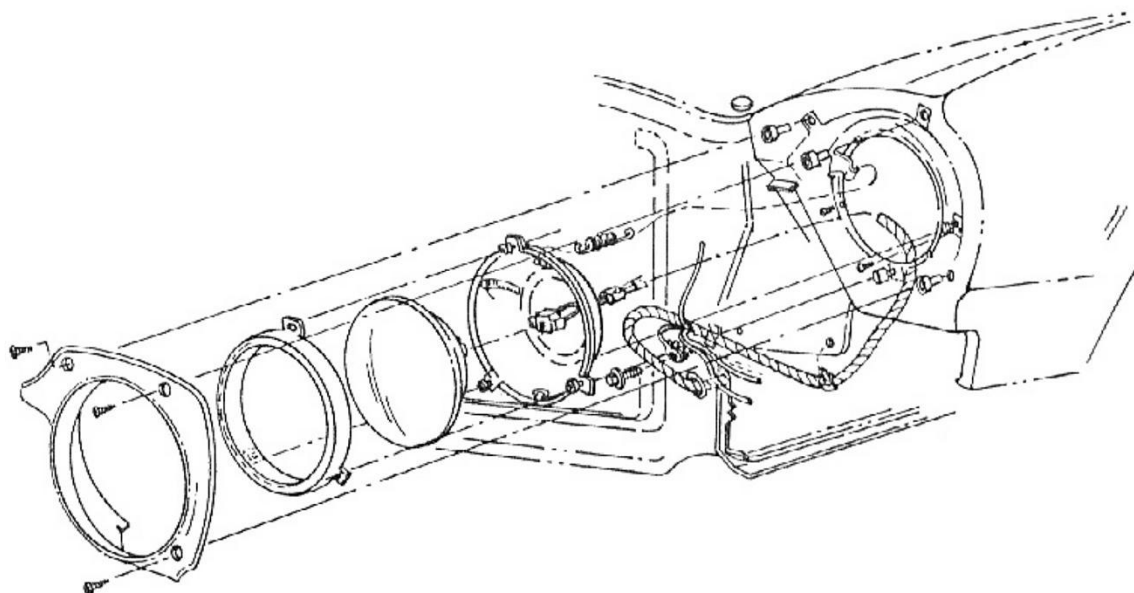

fig. 3 — Instalação do farol
2. Soltar, mas não remover os três parafusos que prendem o aro de retenção da célula ótica no aro de regulagem (fig. 3). Girar o aro retentor para soltá-lo dos parafusos.